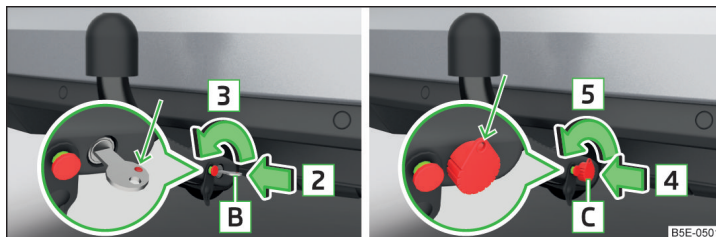

Abb. 306 Schloss entriegeln: Schlüsselvariante 1 / Schlüsselvariante 2
- › Den Schlüssel **B** in Pfeilrichtung **3** drehen, sodass dessen rote Markierung nach oben zeigt » Abb. 306.
- › Den Schlüssel **C** in Pfeilrichtung **5** drehen, sodass die Schlüsselöse nach oben zeigt » Abb. 306.